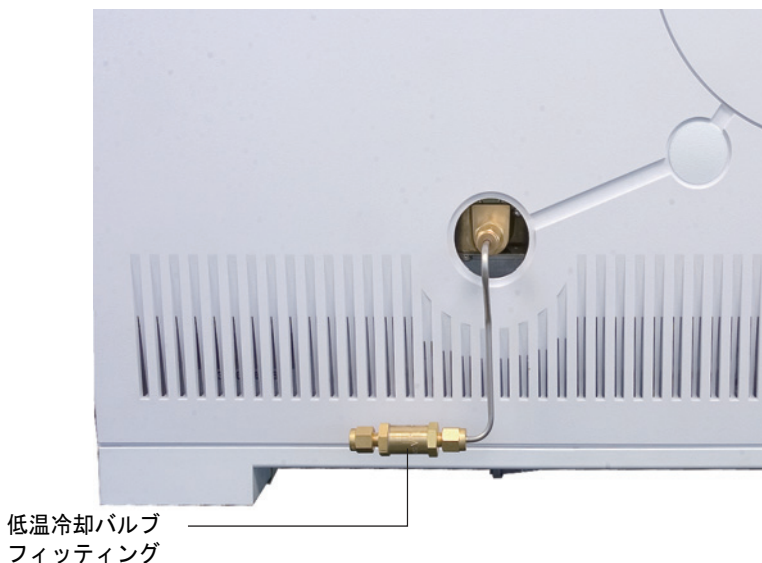

図 13 低温冷却バルブの位置
- 1 液体 CO₂ の注入口を GC の左側に配置します。供給タンクからこのフィッティングに達する十分な配管を準備します。図 13 を参照してください。